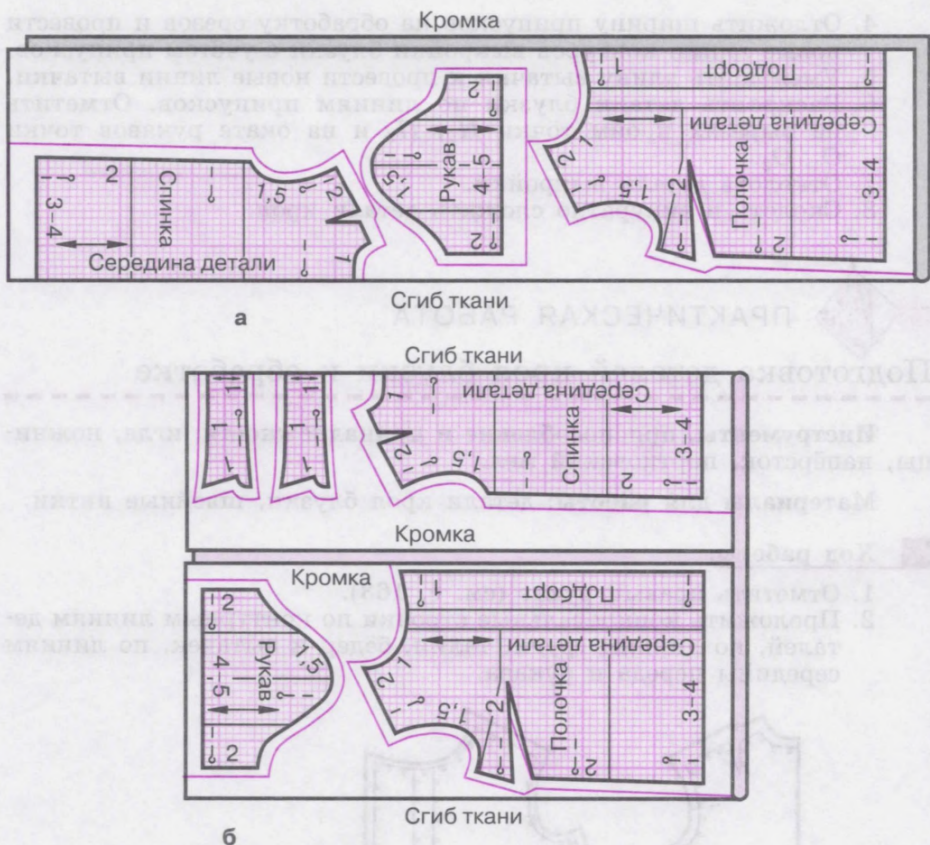

Рис. 96. Раскладка деталей выкройки блузки с застёжкой до верха:
3. Наложить крупные детали выкройки на ткань (рис. 96) с учётом направления рисунка и долевой нити, приколоть булавками, обвести контуры деталей выкройки. Раскладку выполнять справа налево, начиная с полочки.